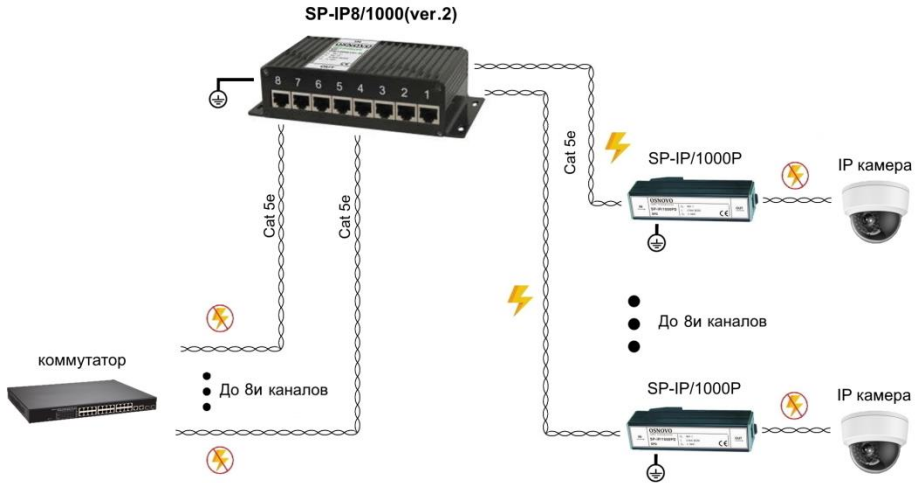

Рис.6 Схема подключения устройства грозозащиты на примере SP-IP8/1000(ver.2).
- Для повышения защищенности оконечных устройств от повреждения рекомендуется использовать грозозащиту с каждого конца линии (Рис.6, Рис.7).